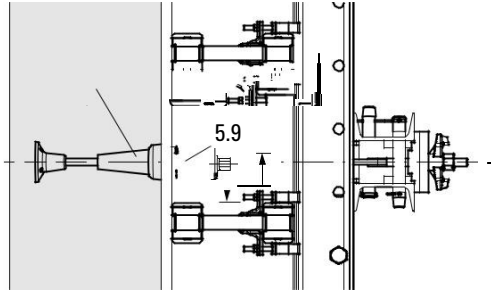

Fig. C1.05
По време на проектирането на кофража трябва да се остави достатъчно разстояние между оста на конзолата и трегерите GT 24. В противен случай не е възможно монтирането на водещия анкер (5) с водеща шайба M24 (5.9). (Fig. C1.05)